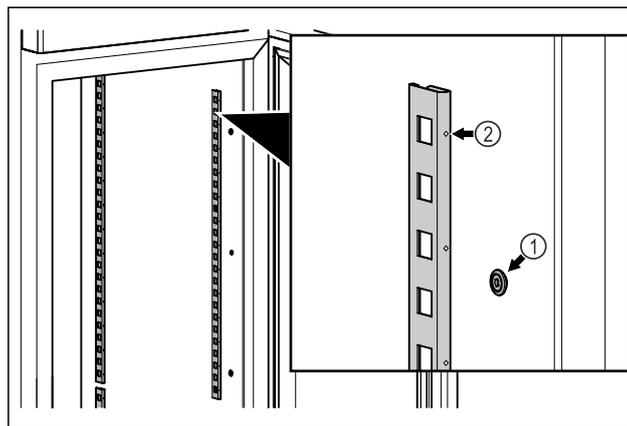

Fig. 48 Beispielhafte Darstellung
▶ Rastenleisten in Aufhängung Fig. 48 (1) einhaken. Markierung Fig. 48 (2) muss nach vorne zeigen.